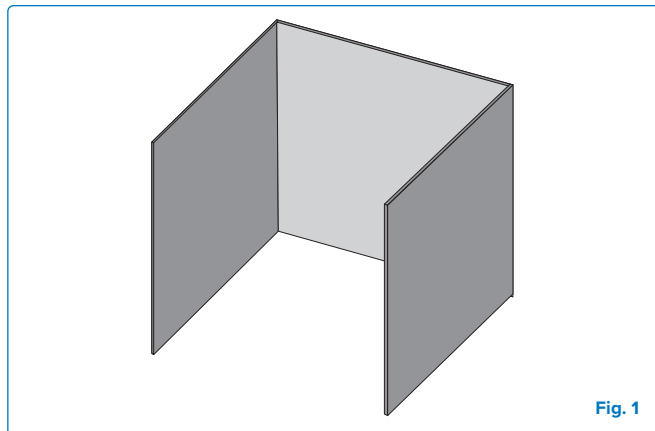

Fig. 1
- Se considera que un aparato está al aire libre si se instala con un refugio que no sea más inclusivo que unas paredes en tres lados, pero sin cubierta superior. **(Fig. 1)**